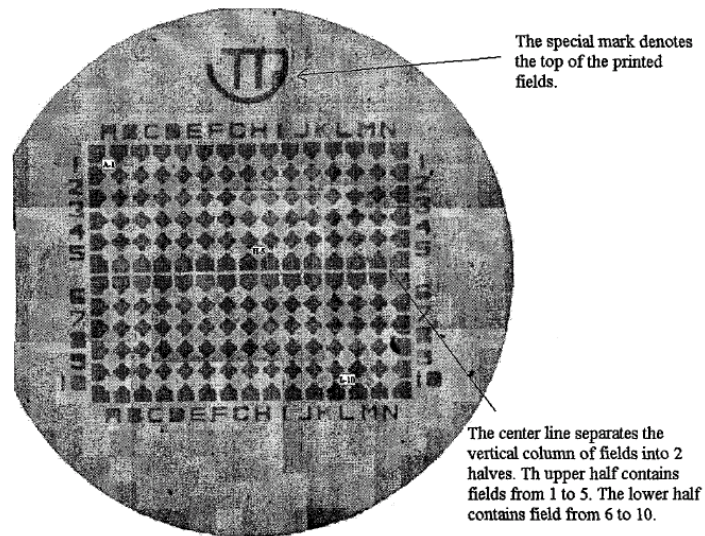

fig.3 視野の指定 (横軸 (A~N)、縦軸 (1~10) の座標で視野を決める)
- e) G1 をみつける。fig.3 のように、金蒸着が施された領域には 14 列・10 行から成る 140 の円形の視野がある。正確に再現可能な直径 $100\mu\text{m}$ の円形視野は縦・横座標で、A1・H5・L10 のように指定される。